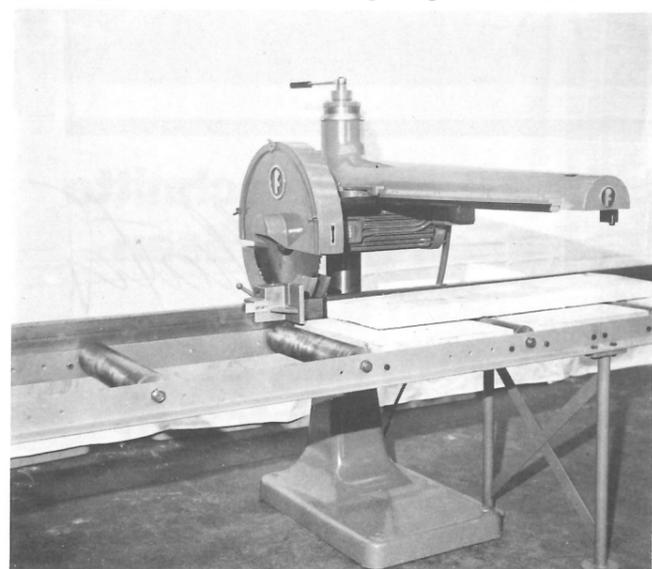

Abb. 1: Auslegerkreissäge AB 450 mit Stahlrollentisch beim Ablängen von Bohlen.
(Abb. 1 und 3) ermöglichen Ihnen
**Abläng- bzw. Abkürzschnitte** (Abb. 1 und 4)
**Ein kompletter Rollentisch in Stahlausführung** (Abb. 1 und 4) aufstellungsfertig mit kugelgelagerten Rollen und Füßen. Normalausführung: 6 m lang mit 5 Fußpaaren und 12 kugelgelagerten Rollen in 500 mm Abstand. Aus Serienteilen können beliebige Tischlängen zusammengesetzt werden. Befestigungswinkel für eine hintere Anschlagleiste und für Einsatzbretter zwischen den Rollen sind vorhanden. Für die Typen AB/ALU und ABL sind Spezialtische erforderlich. Vor jeder Säge muß am Rollentisch eine Sicherheits-Distanzschiene angebracht werden. (Bestell-Nr. 6302 s. unten)